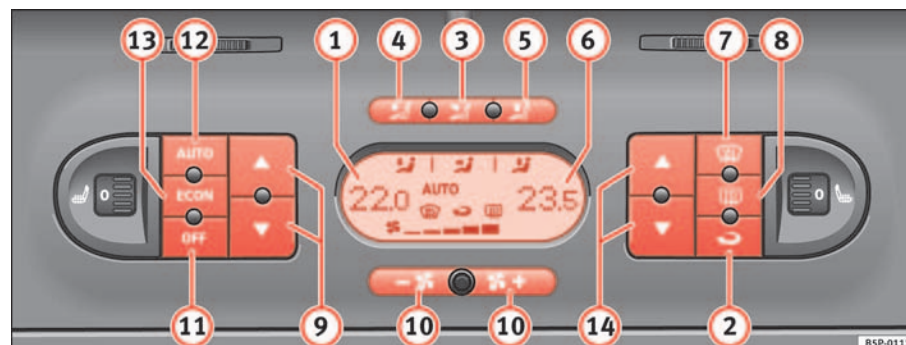

Fig. 127 Sulla plancia portastrumenti: i comandi del Climatronic 2C
- Premere i tasti di regolazione della temperatura ⇒ pag. 159, fig. 127 ⑨ o ⑭ per regolare rispettivamente la temperature della zona sinistra o della zona destra dell'abitacolo.
- Premere il tasto  ⇒ pag. 159, fig. 127. Compare “AUTO” sul display.